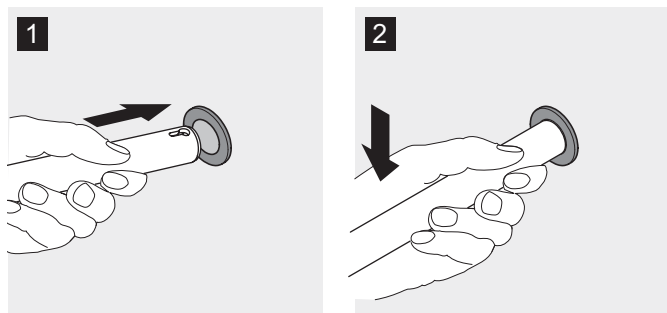

Fig. 14: Mise en place des supports de marchandises
1. Introduire à fond le support de marchandise, légèrement incliné vers le haut, dans le trou de la platine (Fig. 14/1), puis l'abaisser (Fig. 14/2).